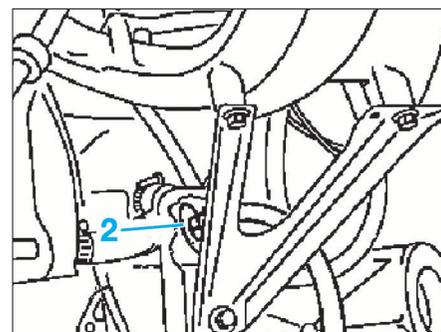

FIG. 47
- Resserrer la vis de vidange (1).
- Ouvrir la vis de vidange du bloc moteur (2) (Fig.47).